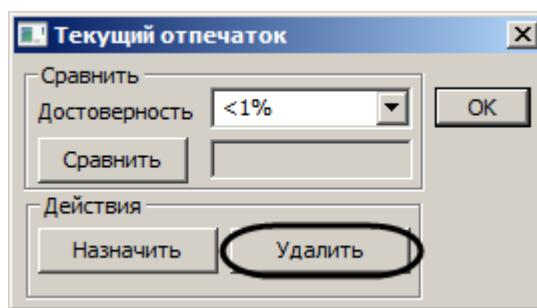

Рис. 3.12—2 Удаление отпечатка пользователя
- Нажать на кнопку **Удалить** (см. Рис. 3.12—2).